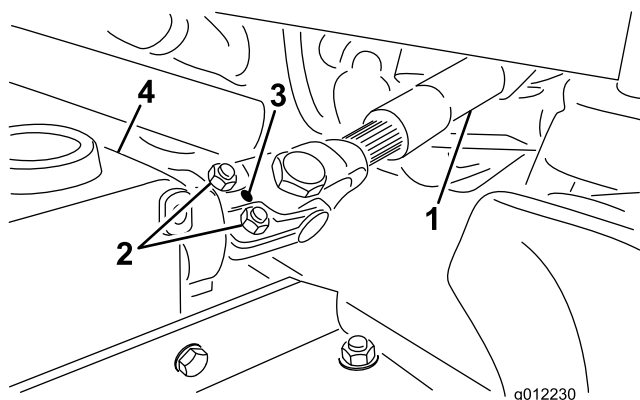

図 4
- A. ヨークとギアボックスのシャフトからロールピンを取り外す 図 4。
- B. キャップスクリュー2本とロックナットをゆるめる 図 4。
- D. ヨークとギアボックスを接続しているロックナットを締め付ける 図 4。ロックナットを、20-25 N.m 2.0-2.6 kg.m=175-225 in-lbにトルク締めする。
- C. ロールピンを使って、ヨークを刈り込みデッキのギアボックスに固定する 図 4。